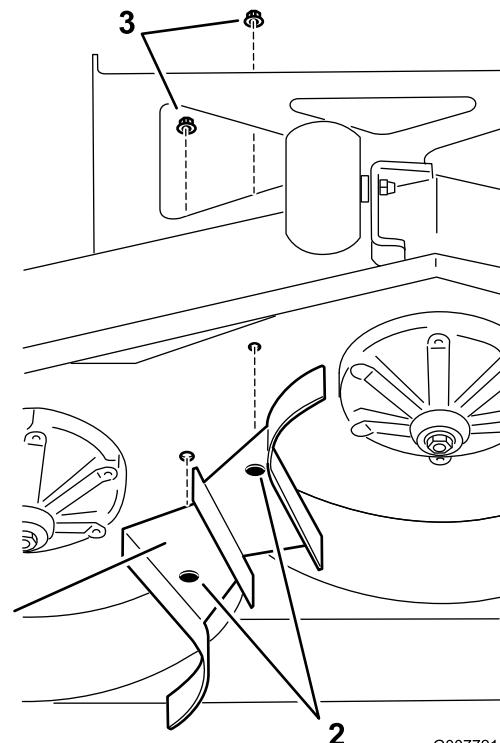

Figura 24
1. Retire los dos pernos de cuello cuadrado que sujetan el deflector de mulching central a la plataforma del cortacésped (Figura 24).